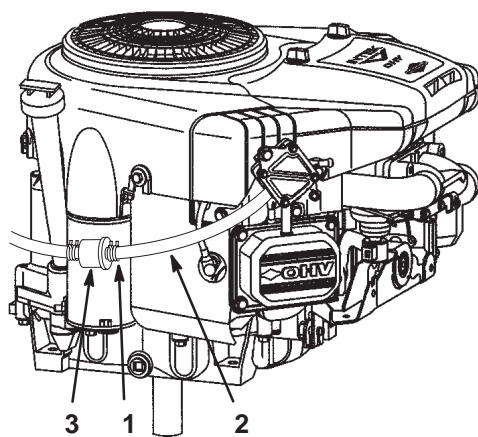

Figure 31
7. Pincez les extrémités du collier de fixation et poussez le collier en haut de la conduite d'alimentation, en direction du réservoir de carburant (Fig. 31).
8. Débranchez la conduite d'alimentation du filtre (Fig. 31) et laissez l'essence s'écouler dans un bidon ou un bac de vidange.
Remplacez le filtre à carburant toutes les 100 heures de fonctionnement ou une fois par an, le premier des deux prévalant. Le meilleur moment pour remplacer le filtre à carburant (Fig. 31) est lorsque le réservoir à carburant est vide. Ne réinstallez jamais un filtre à carburant encrassé après l'avoir déposé de la conduite d'alimentation.
7. Pincez les extrémités des colliers et éloignez-les du filtre (Fig. 31).